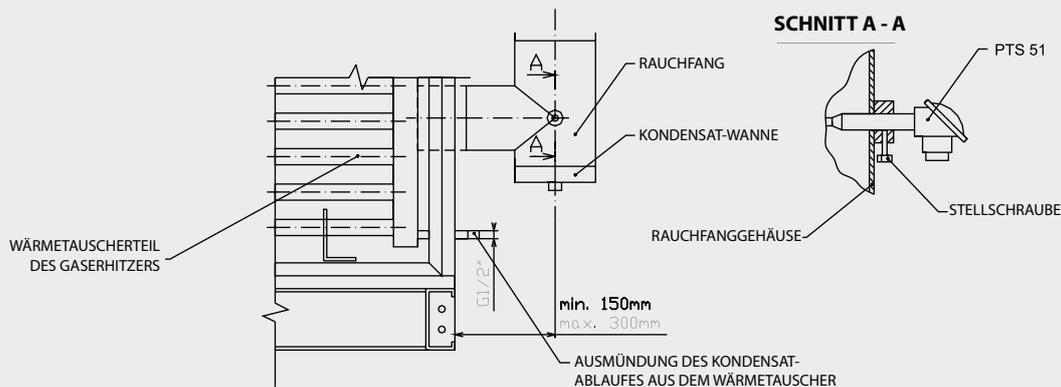

Abb. 1.10: Position des Abgastemperaturfühlers
**Bypass-Funktion:** Der Bypass-Teil der Klappe wird durch den Stellantrieb BELIMO SM24A–SR (oder GM24A–SR), der Tauscherteil der Klappe auch durch den Stellantrieb BELIMO SM24A–SR (oder GM24A–SR) gesteuert. Die Steuerspannung muss für beide Stellantriebe gemeinsam sein – die Antriebe funktionieren „gegeneinander“. Die Stellantriebe SM24A–SR (bzw. GM) werden je nach der Abgastemperatur im TS-Rauchrohr (Typ PTS51) gesteuert. Es wird empfohlen, den Abgastemperaturfühler in den Rauchrohr-Fuchs gleich hinter dem Abgasaustritt des Tauscherteiles anzubringen (siehe Abb. 1.10). Die
Die Abgastemperaturfühler TS1 und TS2 (im Rauchrohr gem. Abb. 1.10 angebracht) werden in diesem Fall nur informativen Charakter haben (keine Bypass- und Wärmetauscherklappen). Der Abgastemperaturfühler wird die Sicherheitsfunktion haben – beim Erreichen der Abgastemperatur von 220 °C schaltet der Brenner aus und meldet eine Störung.